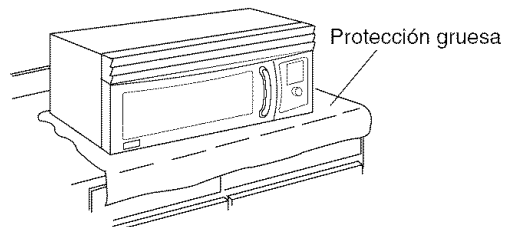

Figura 10
2. Cubra la parte superior o techo de la cocina con una protección gruesa para evitar daños y suciedad. Vea la **Figura 10**.